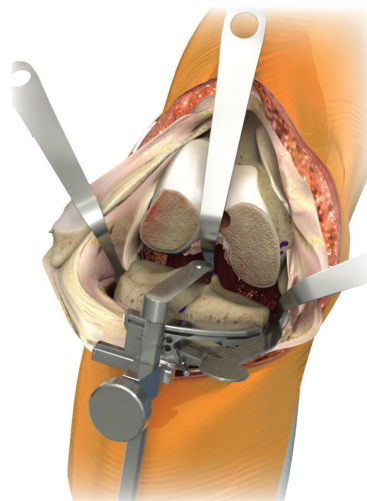

Figura 11b
8. Revise la inclinación posterior y el plano de resección con el Verificador de Resección (ala de ángel) (Figura 11b).